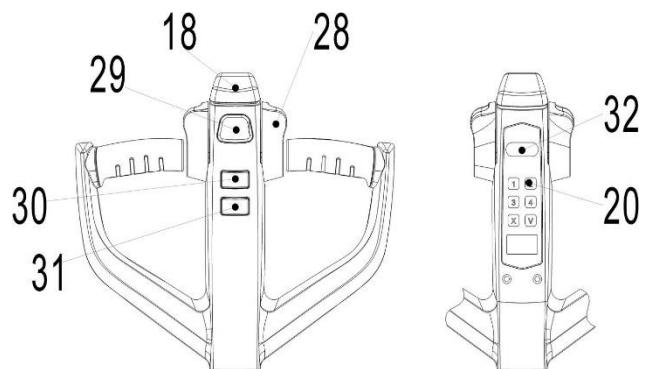
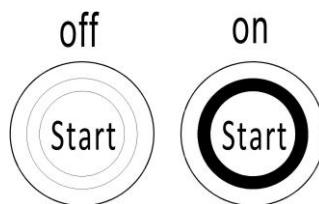
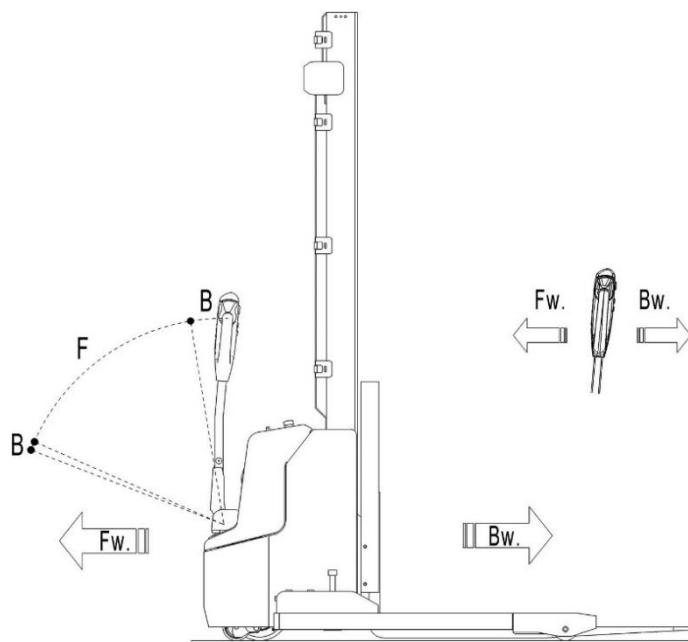

Рис.7: Рукоятка управления
Рис.8: Замковый выключатель
Рис. 11: Направления движения
на PSE12BSL: необходимо проверить, что аварийная кнопка (рис.1, поз. 22) отжата, при необходимости аккуратно потяните ее вверх. Затем введите пароль на ПИН-панели и нажмите кнопку «√». Нажмите на кнопку звукового сигнала (рис. 7, поз. 29) для проверки работы предупреждающего сигнала.
на PSE12NSL: необходимо проверить, что аварийная кнопка (рис.1, поз. 22) отжата, при необходимости аккуратно потяните ее вверх. Затем нажмите кнопку запуска (рис. 8), на ней загорится зеленый свет. Введите пароль на ПИН-панели и нажмите кнопку «√». Для активации также может быть использована карта доступа RFID. Нажмите на кнопку звукового сигнала (рис. 7, поз. 29) для проверки работы предупреждающего сигнала.
Подведите штабелер с опущенными вилами под поддон полностью. Нажмите и удерживайте кнопку подъема (Рис. 7, поз. 30) пока не достигните желаемой высоты подъема.
Если вилы штабелера находятся в стеллажном пространстве, необходимо осторожно отъехать от стеллажа с или без паллета. Во время движения необходимо удостовериться, что вилы не задевают стеллаж. Нажать и удерживать кнопку снижения (рис. 7, поз. 31). Опускать груз, пока вилы не освободятся от паллета, затем аккуратно отъехать от груза.
После включения и активирования штабелера на ПИН-панели переведите ручку управления в рабочее положение ('F', рис.11).
Отклоняйте маховики управления в нужном направлении «вперед» 'Fw' или «назад» 'Bw' (рис. 11).
Контролировать скорость передвижения можно с помощью маховиков (рис. 7, поз. 28) для достижения требуемой скорости.
На штабелере имеется кнопка замедленного ("черепашьего") хода для передвижения с пониженной скоростью. Нажмите кнопку замедленного хода (рис. 7, поз. 32) один раз, чтобы включить режим, поверните акселератор для движения на медленной скорости, и нажмите кнопку замедленного хода повторно, чтобы восстановить исходное состояние.
Нажмите кнопку замедленного хода (рис. 7, поз. 32) и удерживайте ее в течение 2 секунд, чтобы активировать функцию движения с ручкой управления, расположенной в вертикальном положении, при работе в ограниченном пространстве. Функция активна только при нажатой кнопке замедленного хода (для снижения скорости); отпускание кнопки замедленного хода приведет к немедленной остановке. Задействование
- Переключение маховиков управления (рис. 7, поз. 28) обратно в начальное положение или освобождение маховиков активирует систему торможения. Штабелер тормозит до полной остановки.
- При переключении маховиков управления (рис. 7, поз. 28) из положения «движение в одном направлении» в положение «движение в противоположном направлении», штабелер постепенно тормозит, пока не начнет движение в противоположном направлении.
- Штабелер тормозит, если ручку управления перевести в верхнее или нижнее положение к точкам торможения ('B', рис. 11). При отпускании рукоятки управления автоматически возвращается в верхнее положение к точке торможения ('B', рис. 11). Штабелер будет тормозить, пока не остановится.
- Кнопка противоотката (безопасности) (рис. 7, поз. 18) защищает оператора от получения повреждений и травм. Если эта кнопка включена, штабелер притормаживает и/или начинает движение в противоположном направлении ('Bw', рис. 11) на небольшое расстояние и останавливается. Необходимо помнить, что эта кнопка действует, даже если штабелер не едет, но ручка управления находится в рабочем положении.